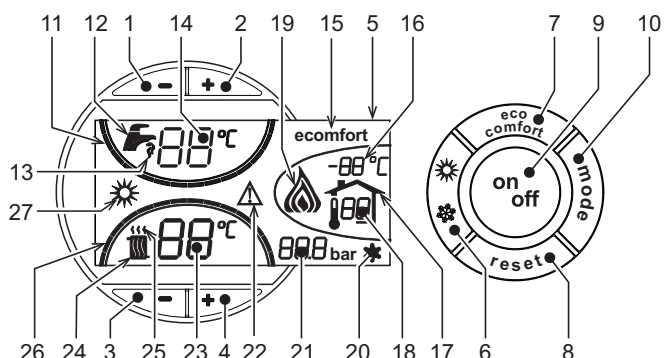
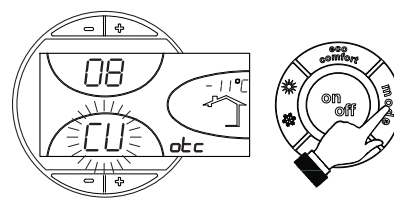
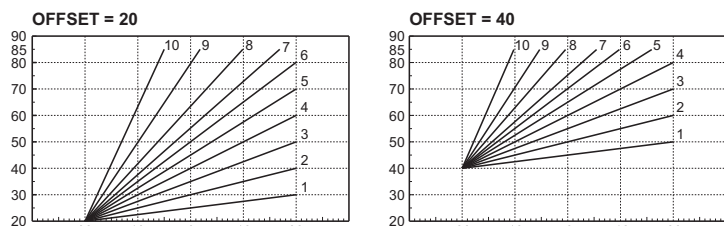

fig. 1 - Controlepaneel
fig. 11 - Kromming stooklijn
fig. 14 - Voorbeeld van parallelle verplaatsing van de compensatiecurven
Het verzoek om verwarming (door de Omgevingsthermostaat of de Timerafstandsbediening) wordt aangegeven met knipperen van de warme lucht boven de radiator (detail 24 en 25 - fig. 1).
fig. 1 De streepjes die de verwarmingsgraad aangeven (detail 26 -) gaan branden naarmate de temperatuur van de verwarmingssensor de ingestelde waarde dichterbenaadert.
Het verzoek om sanitair water (naar aanleiding van gebruik van warm sanitair water) wordt aangegeven met knipperen van het warm water onder de kraan (detail 12 en 13 - fig. 1). Controleer of de functie Comfort geactiveerd is (detail 15 - fig. 1)
De streepjes die de temperatuur van het sanitaire water aangeven (detail 11 - fig. 1) gaan branden naarmate de temperatuur van de sensor van het sanitaire water de ingestelde waarde dichterbenaadert.
Wanneer verwarming van de boiler actief is (standaard ingesteld) wordt op het display het symbool COMFORT (detail 15 - fig. 1) geactiveerd; wanneer ze is uitgeschakeld is op het display het symbool ECO (detail 15 - fig. 1) geactiveerd
De gebruiker kan de boiler uitschakelen (modus ECO) door te drukken op de toets eco/comfort (detail 7 - fig. 1). Druk nogmaals op de toets eco/comfort (detail 7 - fig. 1) om de modus COMFORT te activeren.
Druk 1 seconde op de toets **on/off** (detail 9 - fig. 1) .
Druk nogmaals 1 seconde op de toets **on/off** (detail 9 - fig. 1) om de ketel weer aan te zetten.
Druk 1 seconde op de toets **zomer/winter** (detail 6 - fig. 1).
Op het display wordt het symbool Zomer (detail 27 - fig. 1) actief: de verwarmingsketel levert uitsluitend warm water. Het antivriessysteem blijft actief.
Druk weer 1 seconde op de toets **zomer/winter** (detail 6 - fig. 1) om de modus Zomer te deactiveren.
Bedien de **verwarmingstoetsen** (detail 3 en 4 - fig. 1) om de temperatuur te variëren van minimaal 30 °C tot maximaal 80 °C.
-/+ Bedien de toetsen voor sanitair water fig. 1 (detail 1 en 2 -) om de temperatuur te variëren van minimaal 10°C tot maximaal 65°C.
Wanneer de externe temperatuursonde (optioneel) wordt geïnstalleerd, wordt op het display van het bedieningspaneel (detail 5 - fig. 1) de werkelijke, door de sonde gemeten buitentemperatuur weergegeven. Het regelsysteem van de verwarmingsketel werkt met "Weersafhankelijke Temperatuur". In deze modus wordt de temperatuur van de verwarmingsinstallatie gereguleerd overeenkomstig de externe weersomstandigheden, zodat gedurende het hele jaar verhoogd comfort en energiebesparing wordt gegarandeerd. Namelijk bij toename van de buitentemperatuur wordt de uitgangstemperatuur van de installatie volgens een vastgestelde "compensatiecurve" verlaagd.
Bij regeling met Weersafhankelijke temperatuur wordt de temperatuur die ingesteld is met de verwarmingstoetsen -/+ (detail 3 en 4 - fig. 1) de maximum uitgangstemperatuur van de installatie. Aanbevolen wordt om de maximumwaarde in te stellen, zodat het systeem bij het regelen gebruik kan maken van het gehele functioneringsbereik.
Door eenmaal op de toets **mode** (detail 10 - fig. 1) te drukken wordt de huidige compensatiecurve (fig. 11) afgebeeld en kan ze gewijzigd worden met de **toetsen sanitair water** (detail 1 en 2 - fig. 1).
Door te drukken op de verwarmingstoetsen (detail 3 en 4 - fig. 1) wordt toegang verkregen tot parallelle verplaatsing van de curven (fig. 14), die gewijzigd kan worden met de toetsen sanitair water (detail 1 en 2 - fig. 1).
Druk nogmaals op de toets **mode** (detail 10 - fig. 1) om de modus voor afstellen van parallelle verplaatsing van de curven af te sluiten.